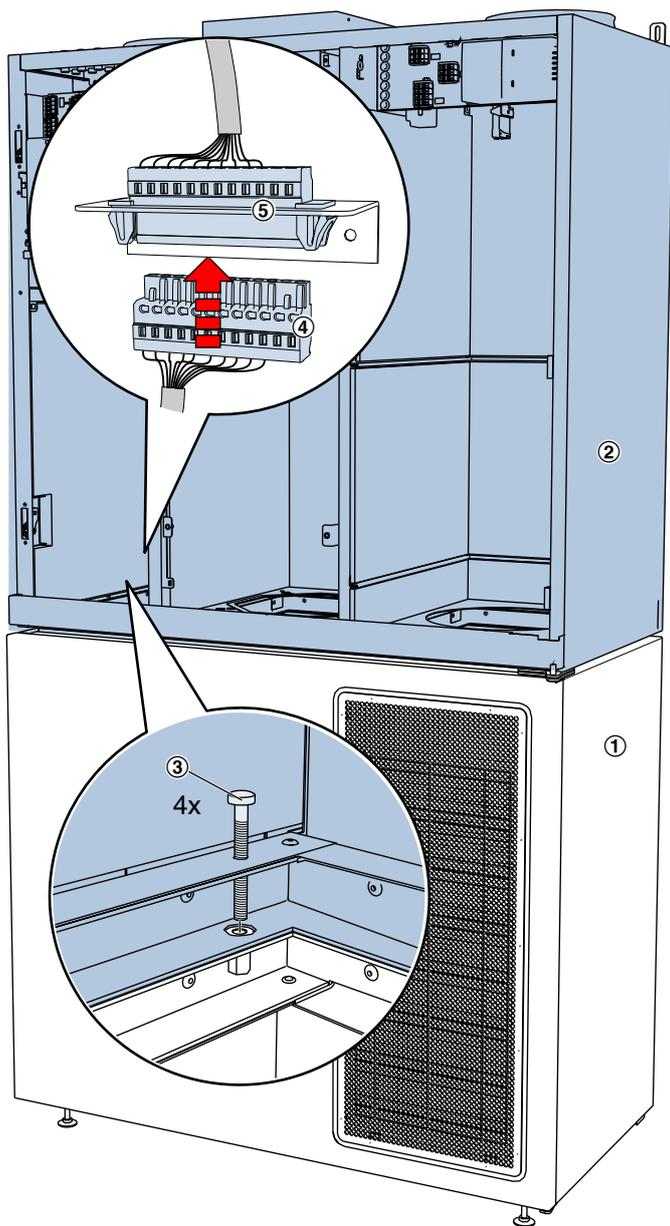

Abb. 17: Befestigung Geräteoberteil
11. ▶ Geräteoberteil seitlich und auf der Rückseite mit dem Unterteil ausrichten. Beim Erreichen der richtigen Position rastet das Oberteil auf dem Unterteil ein. Danach die vier Verbindungsschrauben ( Abb. 17 /3) jeweils an den Ecken einschrauben.
Stecker ( Abb. 17 /4) in die Buchse ( Abb. 17 /5) einstecken.